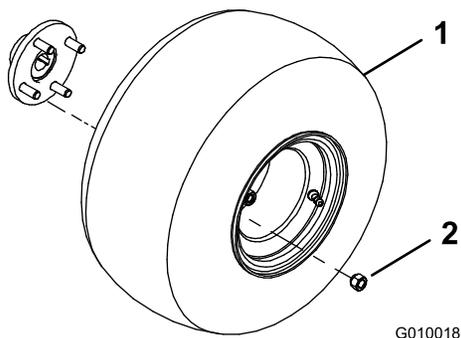

図 3
2. 後ホイール・ハブにホイール・アセンブリを取り付ける（図 3）。
3. ラグ・ナットを取り付けて（図 3）、61～75N.m（6.2～9.0kg.m）にトルク締めする。